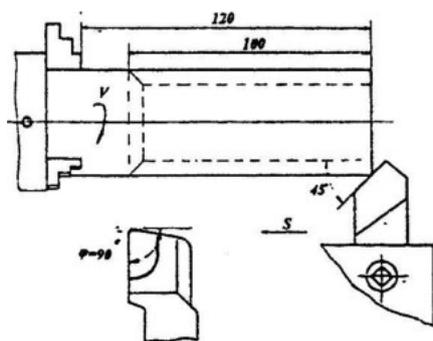

Рисунок 2.1 – Консольное закрепление заготовки в трехкулачковом патроне
1. Установить заготовку консольно в труклачковый патрон токарного станка согласно эскизу и закрепить (рисунок 2.1)